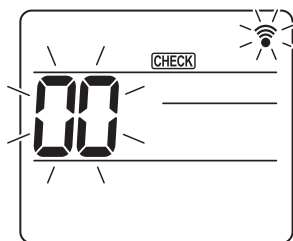
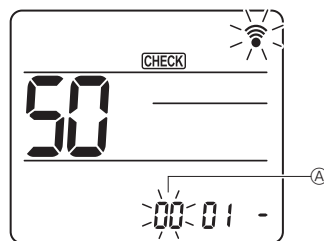
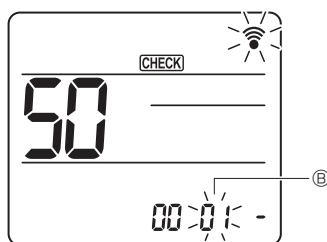
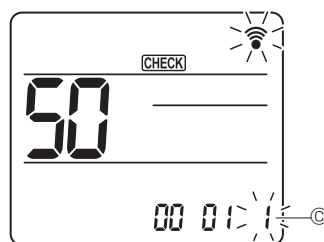

Fig. 7-16
Fig. 7-17
Fig. 7-18
Fig. 7-19
7.4.2. À l'aide de la télécommande sans fil (Fig. 7-16, Fig. 7-17, Fig. 7-18, Fig. 7-19)
① Accès au mode de sélection des fonctions
- Appuyez sur la touche [MENU] pendant 5 secondes. (Commencez cette opération lorsque l'affichage de la télécommande est éteint.) [CHECK] s'allume et "00" clignote. (Fig. 7-16)
② Réglage du numéro d'appareil
- Appuyez sur les touches [DOWN] pour régler le numéro d'appareil ①. (Fig. 7-17)
③ Sélection d'un mode
- Appuyez sur les touches [DOWN] pour régler le numéro de mode ②. (Fig. 7-18)
④ Sélection du numéro de réglage
- Utilisez la touche [DOWN] pour changer le numéro de réglage ③. (Fig. 7-19)